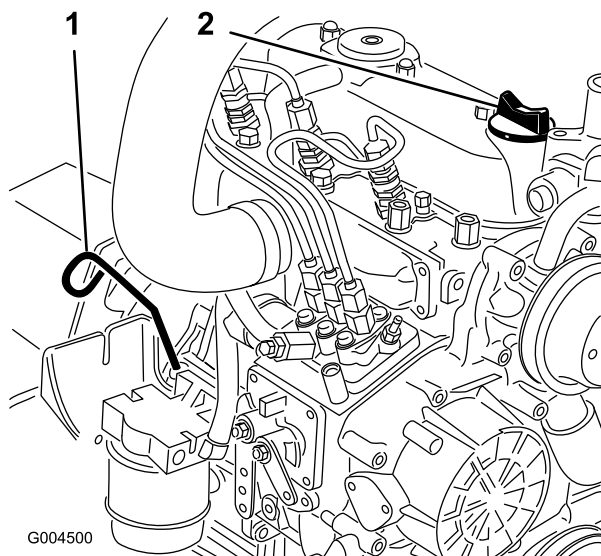

Bild 42
3. Nehmen Sie den Peilstab (Bild 42) heraus und wischen Sie ihn ab. Stecken Sie ihn dann ganz ein. Nehmen Sie den Peilstab heraus und prüfen Sie den Ölstand.
4. Wenn der Ölstand unter der Voll-Markierung liegt, nehmen Sie den Fülldeckel ab (Bild 42) und gießen Sie genug Öl ein, um den Ölstand bis zur Voll-Markierung anzuheben.